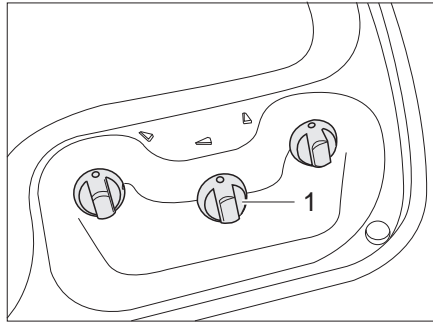
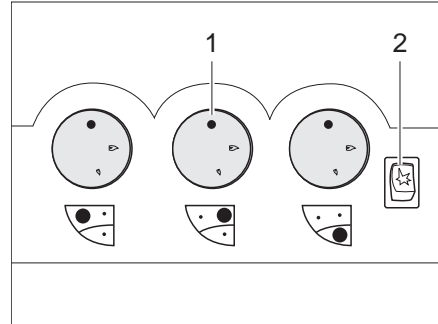

Fig. 212 Elementos de mando para la cocina de gas (variante 1)
Fig. 213 Elementos de mando para la cocina de gas (variante 2)
- Girar el regulador giratorio (Fig. 212,1 ó Fig. 213,1) correspondiente al quemador deseado a la posición de encendido (llama alta).
- Si hay una tecla de encendido (Fig. 213,2):